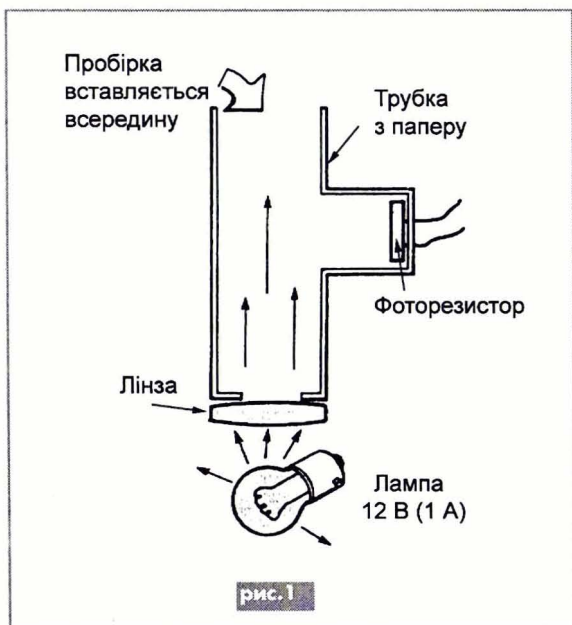

рис.1
На **рис. 1** показана схема, которая использует микроконтроллер MC68HC908QT2, код программы показан на **Листинге**. Логический триак Q1, L2004F31 подключает нагрузку. L2004F31 выдерживает ток до 4 А при напряжении 200 В переменного тока. Для управления триаком L2004F31 требуется всего 3 мА постоянного тока.
**рис.1**. Знизу пробірки закріплюють збираючу (тобто випуклу з двох боків) лінзу. Під лінзою включають автомобільну лампочку потужністю 12 Вт. Далі, розташовуючи її під лінзою на різних відстанях, знаходять положення, при якому промінь світла буде проходити прямо вверх по пробірці або буде трохи сходиться, і закріплюють лампу.